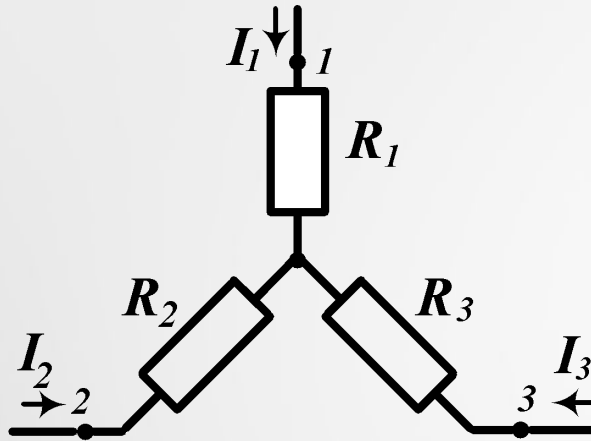

Рисунок 2.5 Схема з'єднання зірка
3) Взаємне перетворення схем зірка – трикутник (рис. 2.5, 2.6) виникає при еквівалентній заміні складних схем.